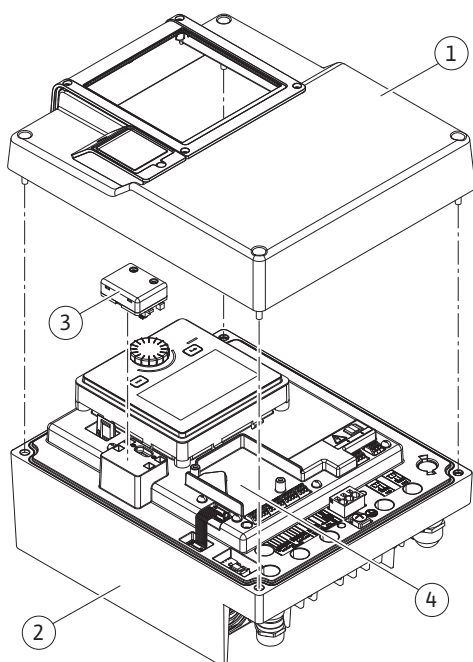
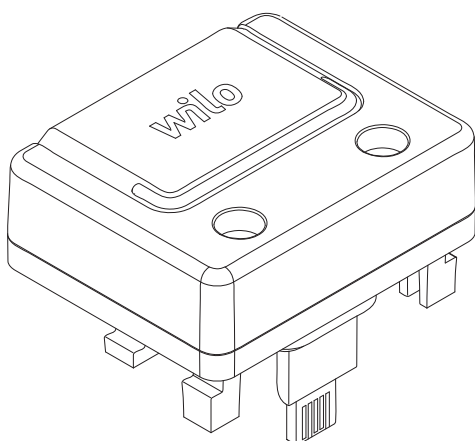

Fig. 25: Elektronikmodul
Fig. 26: Wilo-Smart Connect-modulen BT
Bluetooth-gränssnittet (Fig. 25, pos. 3) Wilo-Smart Connect-modulen BT (Fig. 26) används för att ansluta mobila enheter såsom smartphone och surfplatta. Med appen Wilo-Smart Connect kan pumpen styras och ställas in samt pumpdata läsas av. Se kapitlet „Driftsättning” för inställningar.
3. Stick in Wilo-Smart Connect-modulen BT i det avsedda gränssnittet. Se Fig. 25, pos. 3.
CIF-moduler (tillbehör) används för kommunikation mellan pumpar och fastighetsautomation. CIF-moduler sätts in i elektronikmodulen (Fig. 25, pos. 4)